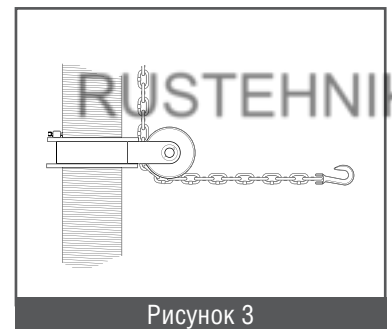

Рисунок 3
- Уберите провисание по всей длине цепи, потянув за ее свободный конец (рисунок 3).